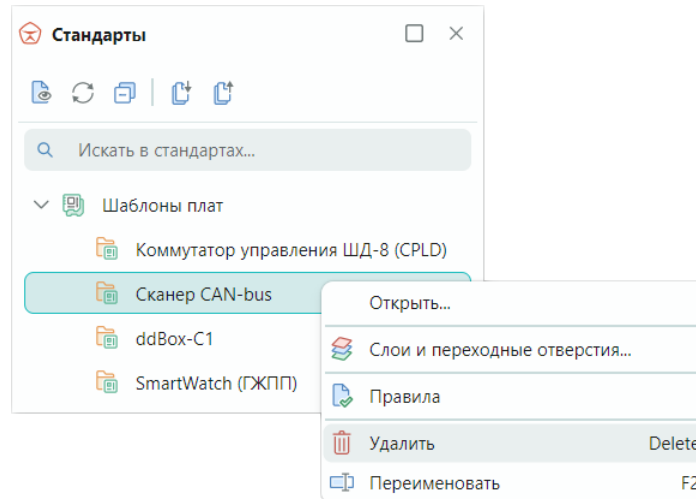

Рис. 158 Удаление шаблона платы
2. Вызовите контекстное меню и выберите команду «Удалить», см. Рис. 158. Для данного действия также задана горячая клавиша «Delete».